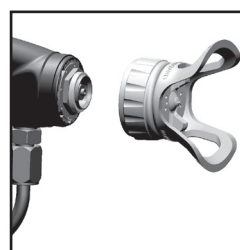

Fig. 4
1. Retirer le chapeau d'air avec l'embout pulvérisateur. (Voir fig. 4)
5. Remettre le chapeau d'air avec l'embout pulvérisateur. (Voir fig. 4)